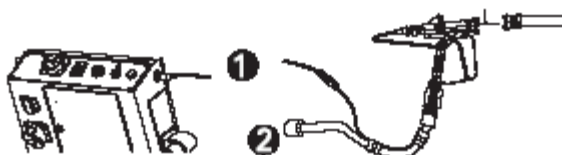

Рис. 8: Присоединение клеевого пистолета
- Присоедините пистолет для клея к растворяющему рукаву (Рис. 8, 2)
- Подключите кабель контроля пистолета для клея к гнезду (Рис. 8, 1)